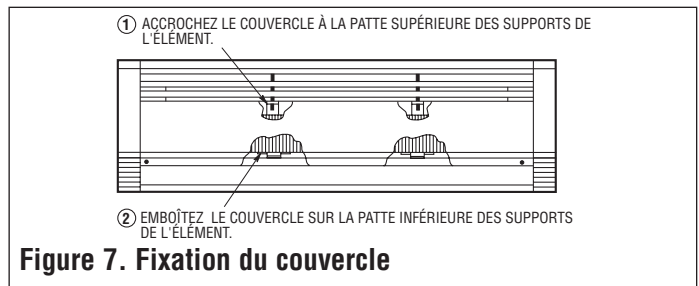

Figure 7. Fixation du couvercle
12. Reposez le couvercle frontale en accrochant le rebord supérieur sur la patte des boîtes de jonction et sur la patte supérieure des supports de l'élément. Pivotez le couvercle vers le bas et poussez le bord inférieur vers le radiateur. Posez les vis (enlevées à l'étape 4) fixant le couvercle aux boîtes de jonction. Assurez-vous que le bord inférieur du couvercle s'emboîte sur la patte inférieure des supports de l'élément (voir la figure 7).